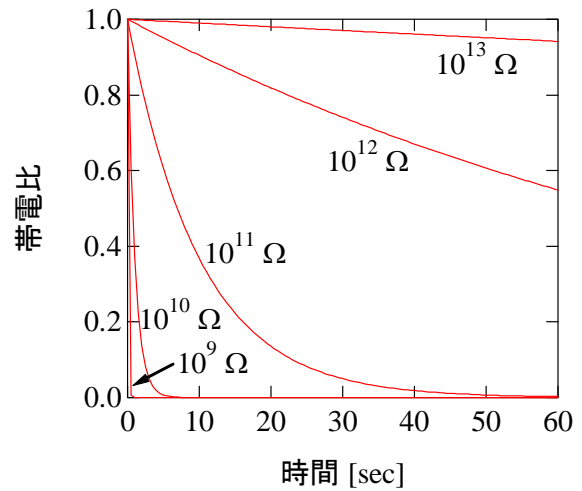

図 5 和紙の各抵抗に対する帯電比と時間の関係
されるのではないのでしょうか。さて、先ほど求めた  $C$  の値と式 (1) を用いて、和紙の帯電量がどのように減衰するかを予測することができます。ここで、最初の帯電量を 1 とした場合に、帯電量が今どれだけかを表すものを、仮に帯電比と呼ぶことにすると、この和紙の各抵抗に対応する帯電比と時間の関係は図 5 のようになります。この図から和紙の電